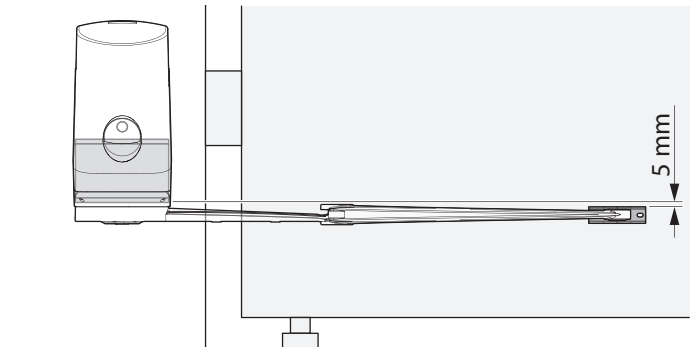

Fig. 4
⚠ ATTENZIONE! - Prima di fissare la staffa posteriore, verificare che la zona di fissaggio della staffa anteriore capiti in una zona solida dell'anta, in quanto questa staffa dovrà essere fissata ad una altezza diversa dalla staffa posteriore (Fig. 4).
02. Stabilire l'altezza in cui posizionare la staffa anteriore, facendo riferimento alla **fig. 4**;